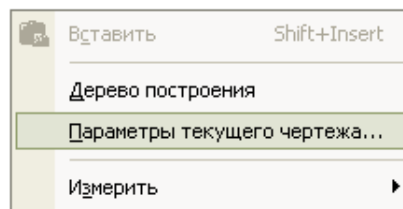

Рисунок 10. Допоміжне вікно командних рядків
4. Скопіювати креслення деталі на новий документ «Чертеж», як описано в пункті 2. З'явиться аркуш за замовчанням формату А4. Креслення вставити на робоче поле формату. Для того, щоб змінити формат потрібно клацнути праву кнопку миші на екрані, з'явиться вікно, в якому потрібно вибрати команду «Параметры текущего чертежа...» (рис.10.):